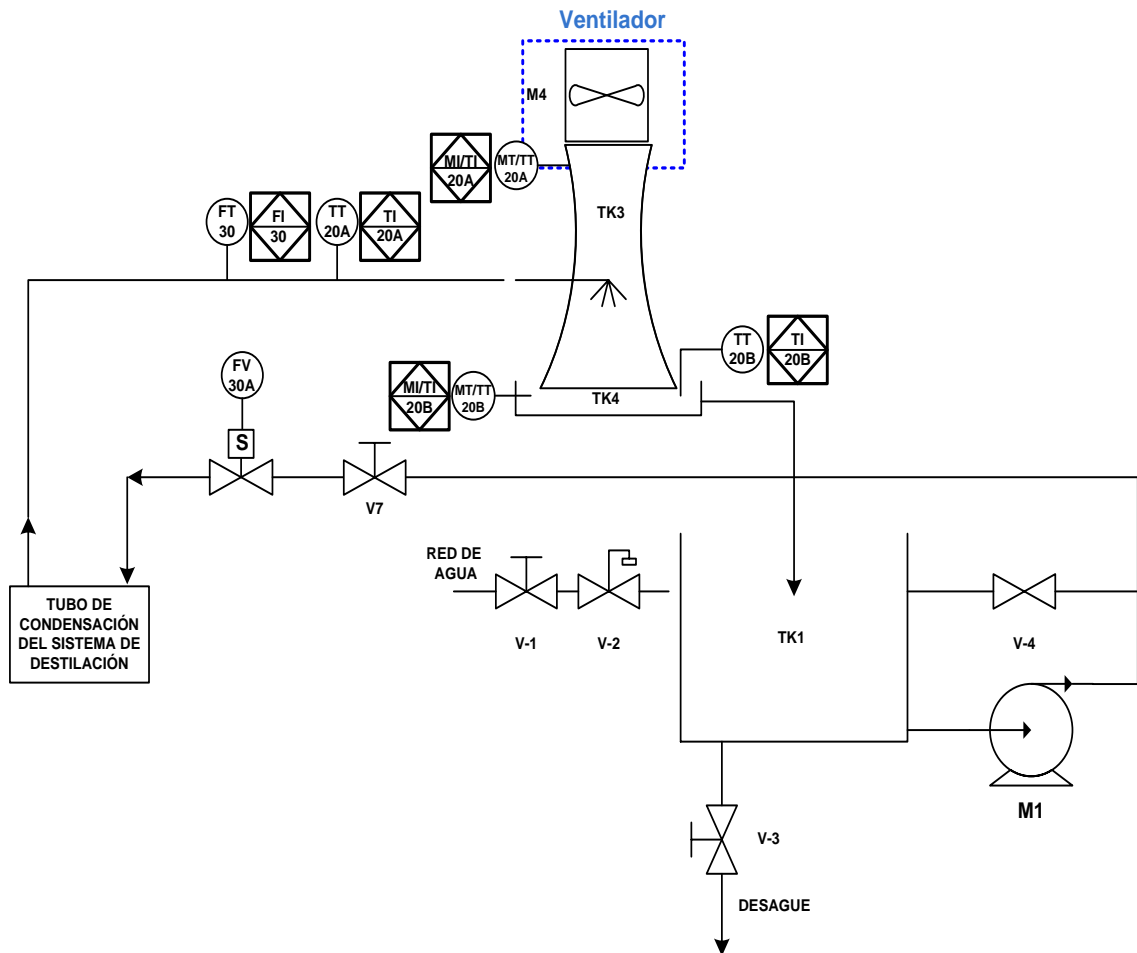

Figura 68. Ubicación del Extractor de Aire en Sistema de Refrigeración [11]
La alimentación de la bobina es de 110 VAC, con un rango de presión de operación de 0 a 30 Bar y un rango de temperatura entre -10 a 100°C. Las partes de la válvula EV210B 2.0B se muestran en la figura 68.
- **Extractor de Aire.** En el módulo multiproceso y específicamente en el Sistema de Refrigeración se usará un (1) Ventilador AC Axial Fans Fonsoning, identificado como “M4”. (Ver figura 68)